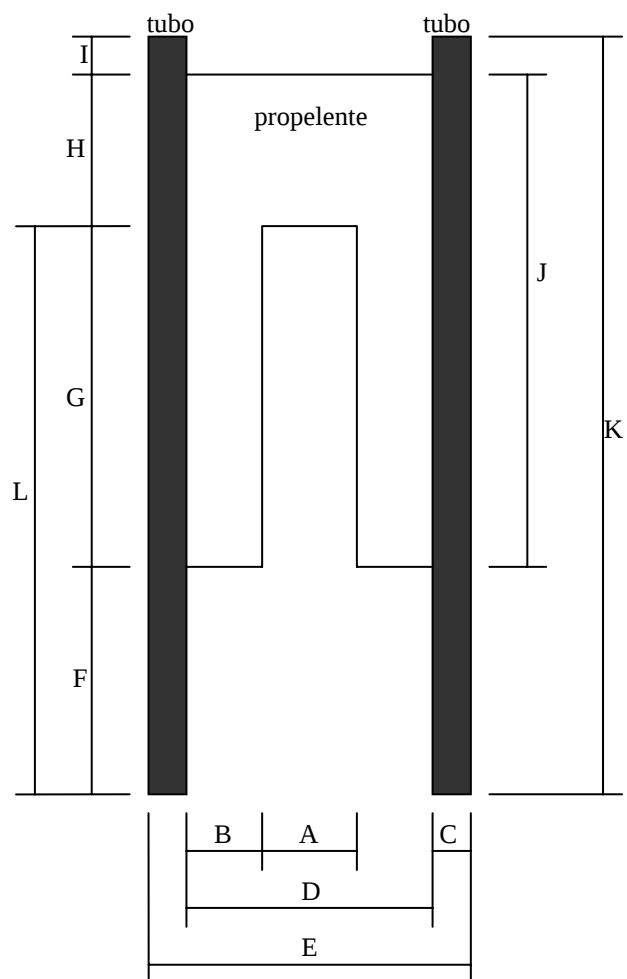

Figura 1. Definição dos parâmetros geométricos dos motores-foguete.
- a) Com precisão de pelo menos 0,1 mm, medir e calcular todos os parâmetros geométricos da Figura 1 para cada motor.